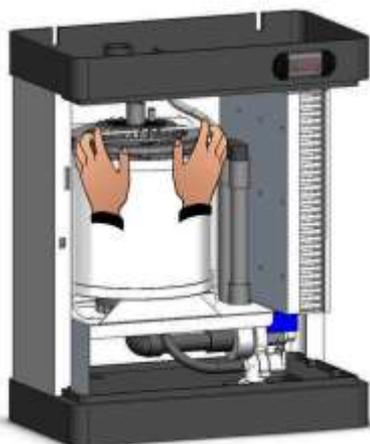

Fig. 27
2. Sganciare la molla frontale di fissaggio dalla flangia vapore superiore facendola scorrere all'esterno del cilindro (Fig.27, 28, e 29).